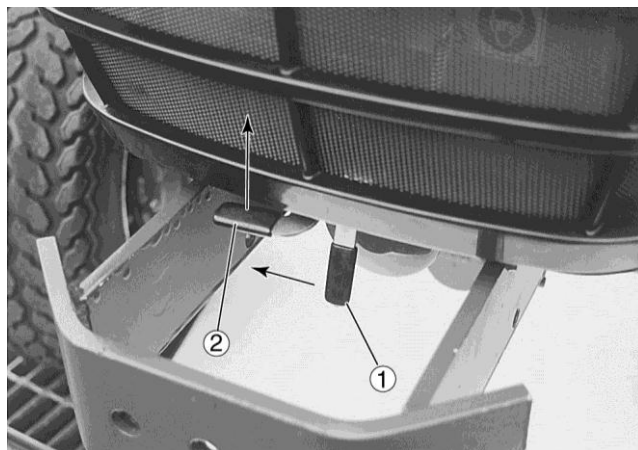
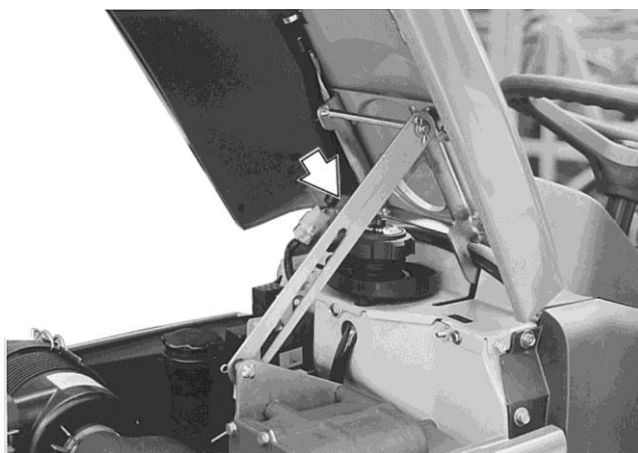

図46 フードラッチ
図47 フードサポート、フード
1. フードを上げるには、ラッチレバー①を右に移動し、安全キャッチ②を上へ上げてください（図46）。フードは一番上までいっぱいにあげてください。サポートリンク（図47）が一番上まで上げられた位置にフードを自動的に保持します。